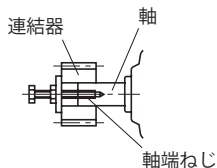

図 5-1
- ・焼バメまたは軸端ねじを利用した取り付け（図5-1参照）を推奨します。